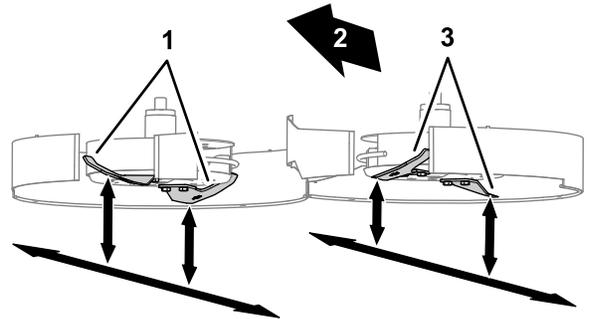

図 125
- 片方のウイングブレードを一番前側の位置に出す 図 125。